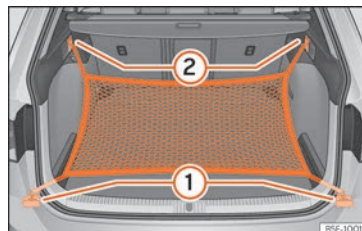

Fig. 190 En el maletero: argollas (1) y ganchos (2) para enganchar la bolsa de red (modelo LEON ST).
- Fije los ganchos cortos de la red en las argollas de amarre » » » **fig. 190** ① » » » ⚠. La cremallera de la bolsa tiene que quedar hacia arriba.
- Fije las cintas en los ganchos para colgar bolsas ②.